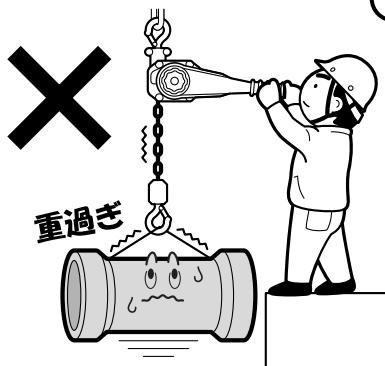
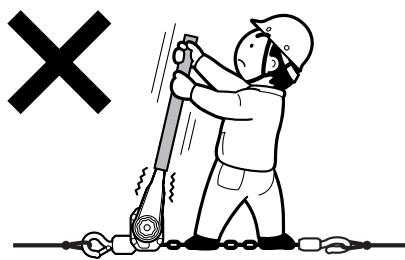

図2
図3
- (1)据え付けは、専門知識のある人以外は絶対に行わないでください。
- (2)レバー荷イストを設置する場所に十分な強度があることを確認してください。
- (3)定格荷重を超える荷は、絶対につらないでください。図2
- (4)損傷を受けたり、異音がするレバー荷イストを使用しないでください。
- (5)レバーにパイプなどを差し込んでの操作や足で踏みつけるような操作は絶対にしないでください。図3